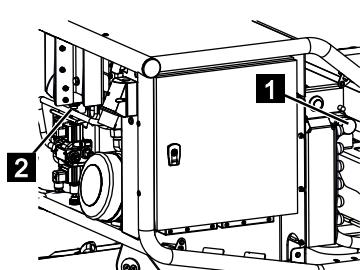

Abb. 202
- Nach dem Servicebetrieb das Ventil [LS] (Abb.202/2) komplett heraus drehen und das Ventil [Stütze, Kette] (Abb.202/1) gegen den Uhrzeigersinn entriegeln und die Abdeckhauben wieder anschrauben.